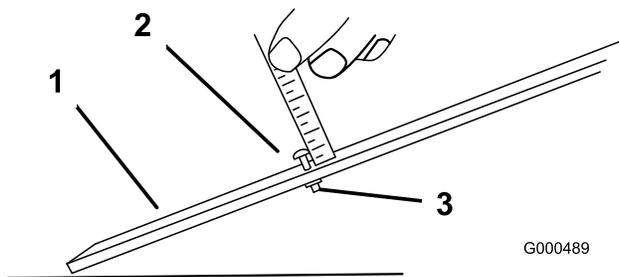

図 53
2. ゲージバー (図 53) のナットをゆるめ、調整ネジを希望の刈り高に合わせます。ネジ頭の下からバーの表面までの距離が刈り高となります。